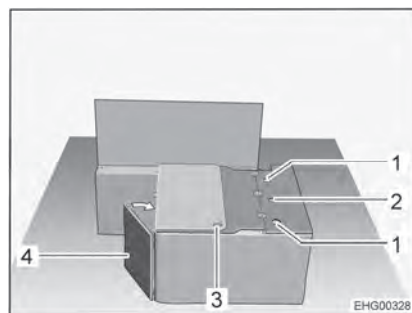

Fig. 24 Durante la transformación
- Girar la pared del baúl-banco (Fig. 24,4) hacia la pared lateral.
- Hacer salir el cinturón de seguridad con la hebilla a través del orificio (Fig. 24,3) en la tapa de baúl-banco.
- Insertar el respaldo del asiento de enchufe en los portadores laterales (Fig. 24,1) y apretar el tornillo de estrella en el portador central (Fig. 24,2) con la mano.